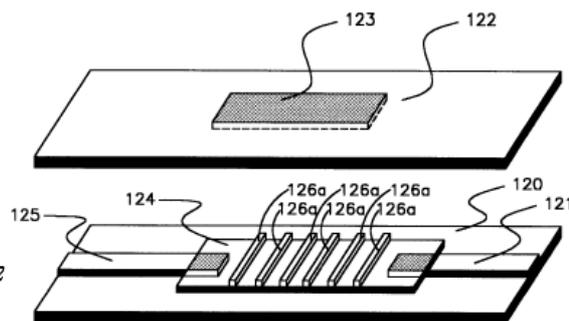

рис.3
**чик давления** описан в патенте США 6360612 (2002 г.). Датчик регистрирует только факт наличия определенного давления. Он представляет собой (рис.3) две сверхтонкие пластинки 120 и 122 (изолирующая пленка толщиной до 40 микрон). На поверхность одной из пластинок 120 наклеены два проводника 121 и 125, соединенные между собой резистивной пластинкой 124 (из углерода). На пластинку 124 накладываются изоляционные прокладки 126а (это может быть даже слой чернила или краски). На другой пластинке 122 располагается другая резистивная пластинка 123 с сопротивлением, меньшим, чем пластинка 124 (шунтирующая пластинка). Пластины 120 и 122 накладываются друг на друга так, чтобы резистивные пластинки 123 и 124 находились друг напротив друга. При отсутствии давления на эти пластинки 120 и 122, резистивные пластинки 123 и 124 разделены прокладками 126а, и сопротивление между выводами 121 и 125 определяется только пластинкой 124. При определенном давлении пластинка 123 начинает контактировать с пластинкой 124, и сопротивление между выводами 121 и 125 резко уменьшается. Такой датчик можно использовать, например, в системах охранной сигнализации.